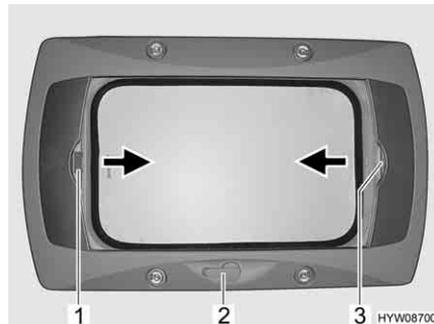

Fig. 49 Oblò a manovella
- Ruotare la manovella (Fig. 49,2) fino a quando non si incontra resistenza.
- Tirare la tendina oscurante pieghevole per la maniglia (Fig. 49,3) nella direzione della freccia fino alla posizione desiderata e rilasciare. La tendina oscurante pieghevole rimane in questa posizione.
- Tirare la zanzariera a rullo per la maniglia (Fig. 49,1) nella direzione della freccia verso la maniglia contrapposta della tendina oscurante pieghevole (Fig. 49,3) e farla innestare.
- Tirare la maniglia della zanzariera a rullo (Fig. 49,1) dietro, verso l'alto, e sganciare la zanzariera a rullo dalla tendina oscurante pieghevole (Fig. 49,3).